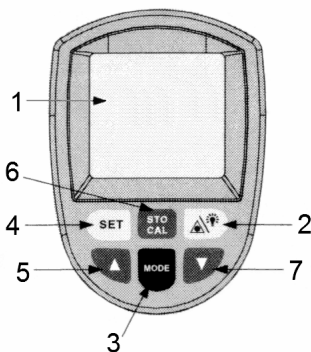

Рисунок 4
3. Панель управления (см. рисунок 4)